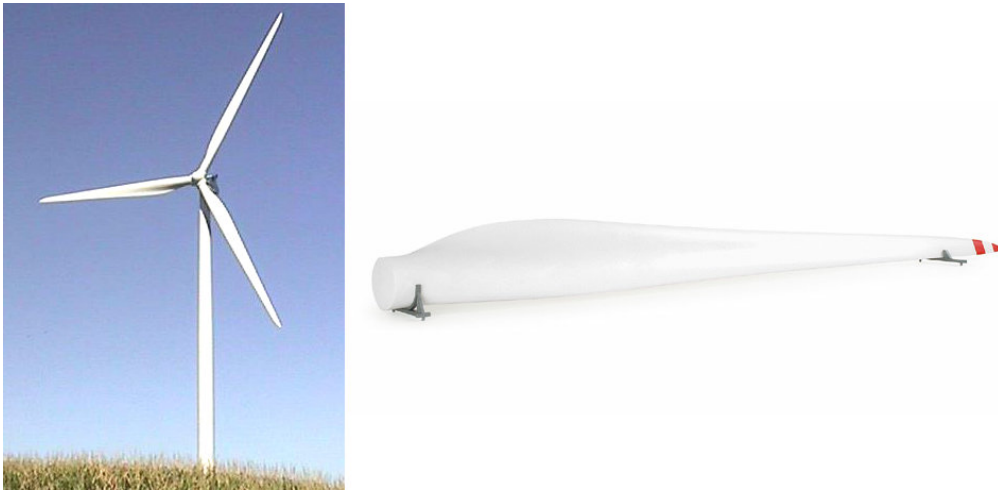
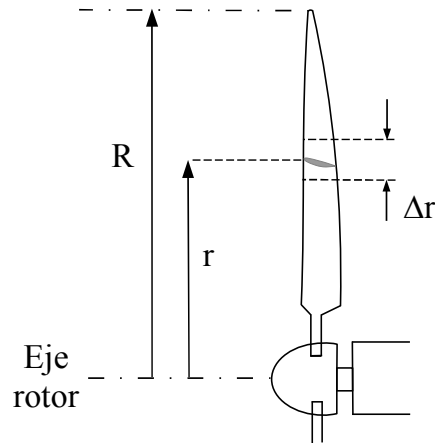

Figura 6.1: Aerogenerador tipo (izda.) y detalle de una pala (dcha.).
Figura 6.3: Esquema de una pala.
En esta práctica implementaremos un modelo sencillo para el estudio del comportamiento de un aerogenerador de eje horizontal de tres palas, como el mostrado en la Figura 6.1.
- Como se observa en la Figura 6.1, las palas se diseñan de tal forma que este perfil alar gira a lo largo de longitud de la pala (la pala está alabeada). El ángulo que forma la cuerda con el plano de rotación del aerogenerador se denomina el **pitch** (ver Figura 6.3), y varía tanto porque el perfil gira (por construcción) a lo largo de la pala como porque la pala puede ser girada, mecánicamente, como un todo alrededor de su eje longitudinal. El primer pitch se denomina **pitch geométrico** $\psi(r)$ y depende de la distancia r a lo largo de la pala, y el segundo pitch de pala ϕ . A una distancia r del eje a lo largo de la pala, el pitch total es:
Formalmente, el pitch geométrico $\psi(r)$ es el ángulo que forma la cuerda de la sección más alejada del eje del aerogenerador (la más próxima a la punta de la pala) con la cuerda de la sección que está a una distancia r del eje (Figura 6.3); y el pitch de pala es el ángulo formado por la cuerda de la sección más alejada del eje y el plano de rotación.